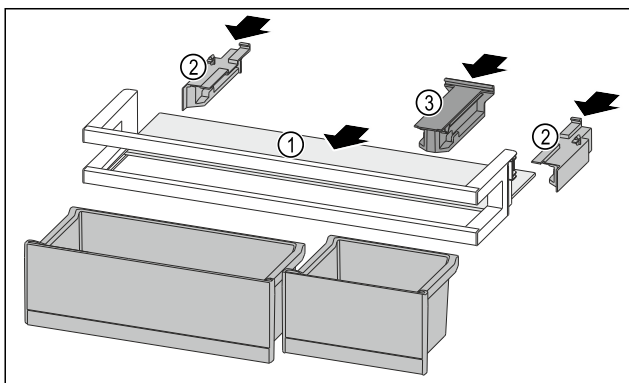

Fig. 100
- Skyv oppstillingsplassen Fig. 100 (1) inn i fordypningene på sidene.
- Sett inn sidedelene Fig. 100 (2).
- Sett inn holdedelen Fig. 100 (3).